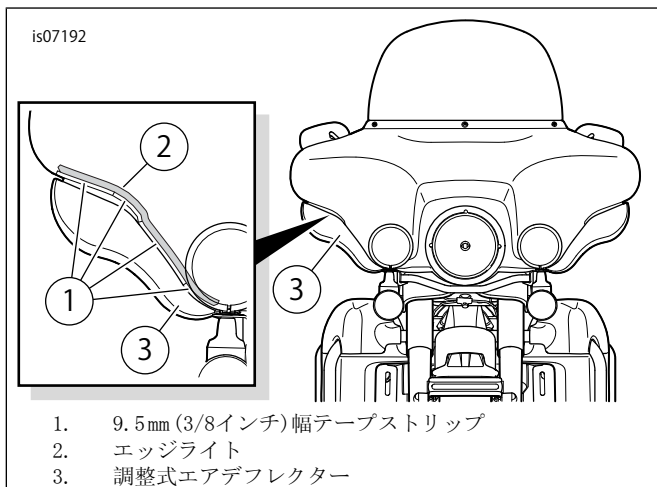

図1。フェアリングエッジライト、取り付け部
1. 「図1」を参照してください。取り付ける前にアウターフェアリングにエッジライト(2)を軽く取り付けてください。ライトストリップをつけるまではライナーをはがさないでください。